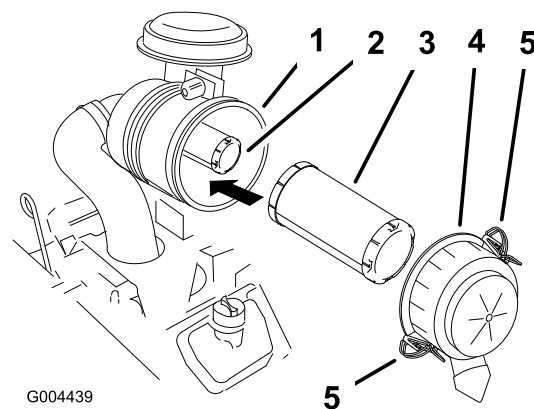

Figura 27
y cause daños. Abra los cierres del limpiador de aire y tire de la tapa del limpiador de aire para separarla de la carcasa del limpiador de aire (Figura 27).
4. Limpie el interior de la tapa del limpiador de aire con aire comprimido (Figura 27).
5. Extraiga con cuidado el filtro primario del cuerpo del limpiador de aire (Figura 27). Evite golpear el filtro contra el lado de la carcasa.
1. Si está instalando filtros nuevos, compruebe cada filtro para asegurarse de que no ha sufrido daños durante el transporte. No utilice un filtro dañado. (Figura 27).
2. Si va a cambiar el filtro de seguridad, deslícelo cuidadosamente en el cuerpo del filtro (Figura 27).
3. Deslice cuidadosamente el filtro primario por encima del filtro de seguridad (Figura 27). Asegúrese de que está bien asentado empujando sobre el borde exterior del filtro mientras lo instala.
4. Instale la tapa del limpiador de aire con el lado que lleva la palabra **UP** hacia arriba, y fije los cierres (Figura 27).